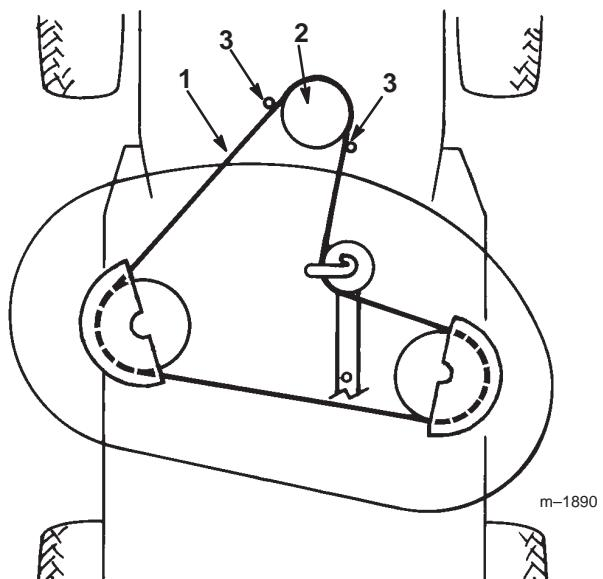

Bild 40
14. Nehmen Sie den Schneidwerkriemen von der unteren Motorscheibe ab (Bild 40). Wenn Sie vorsichtig vorgehen, können Sie die Riemenführungen gerade so weit von der Riemscheibe wegziehen, dass Sie den Riemen abnehmen können. Lockern Sie, wenn es zu schwierig ist, den Riemen zu entfernen, die Schrauben und Muttern, mit denen die Riemenführungen befestigt sind.
4. Bringen Sie den Schneidwerkriemen an der unteren Motorriemenscheibe an (Bild 40). Wenn Sie vorsichtig vorgehen, können Sie die Riemenführung(en) gerade so weit von der Riemscheibe wegziehen, dass der Riemen aufgezogen werden kann. Lockern Sie, wenn es zu schwierig ist, den Riemen anzubringen, die Schrauben und Muttern, mit denen die Riemenführungen befestigt sind.